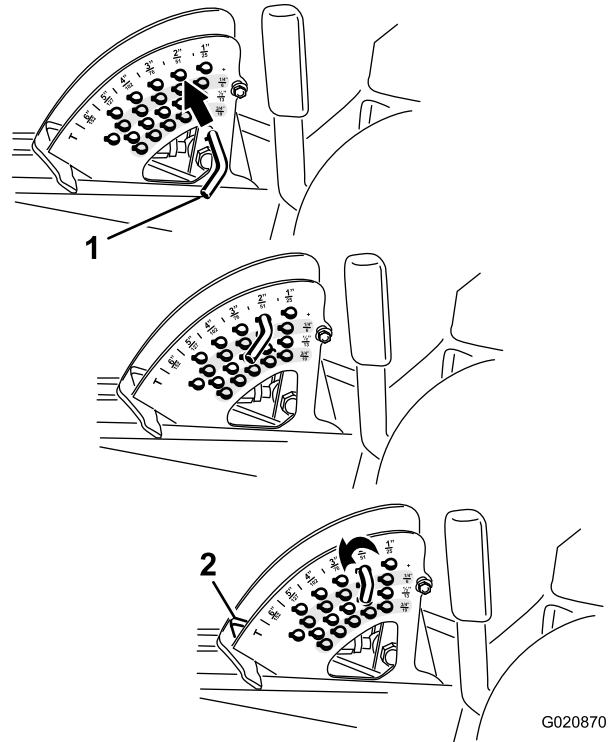

Figura 24
2. Gire el pasador de tope hasta que el pasador cilíndrico que contiene se alinee con las ranuras de los taladros del soporte de altura de corte y retire el pasador (Figura 24).
3. Seleccione un taladro del soporte de altura de corte que corresponda a la altura de corte deseada, inserte el pasador y gírelo para bloquearlo en esa posición (Figura 24).
Nota: Hay cuatro filas de taladros (Figura 24). La fila superior corresponde a la altura de corte impresa encima del pasador. La segunda fila